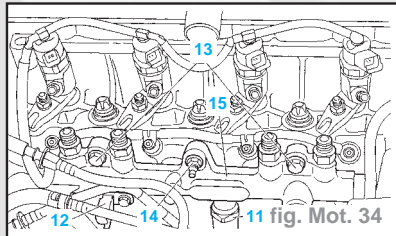

fig. Mot. 34
- Déconnecter (fig. Mot. 34) :
- le capteur haute pression carburant (11)
- la sonde de température carburant (12)
- les vis (13)
- l'écrou (14)
- la rampe (15) d'injection commune haute pression carburant.